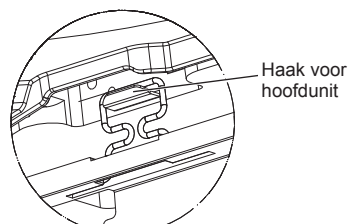

Fig. 5-6
- Nadat de schroeven zijn aangedraaid, controleert u of de twee roosterhaken (Fig. 5-6) zijn bevestigd aan de haken op de hoofdunit.